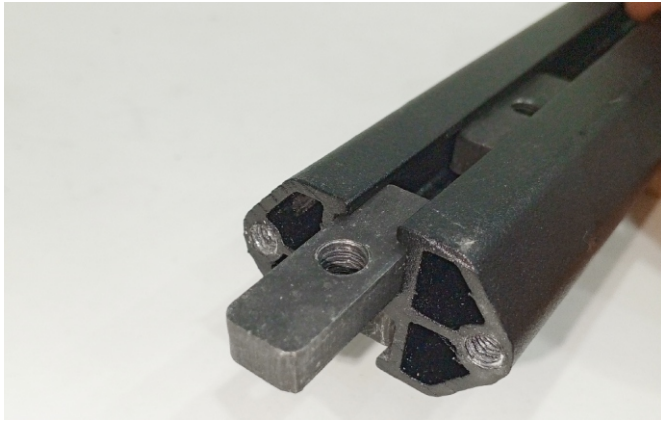
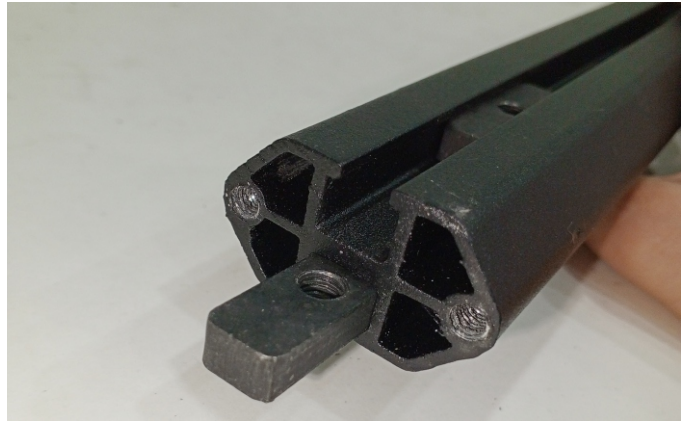

Рис.1
Рис.2
1. Вставьте 3 закладные гайки М8 (поз. Н) в т-паз (поз. 12.), как показано на (Рис.1). Перевернуть профиль, вставить 2 закладные гайки М8 (поз. Н) в т-паз профиля. (Рис.2).